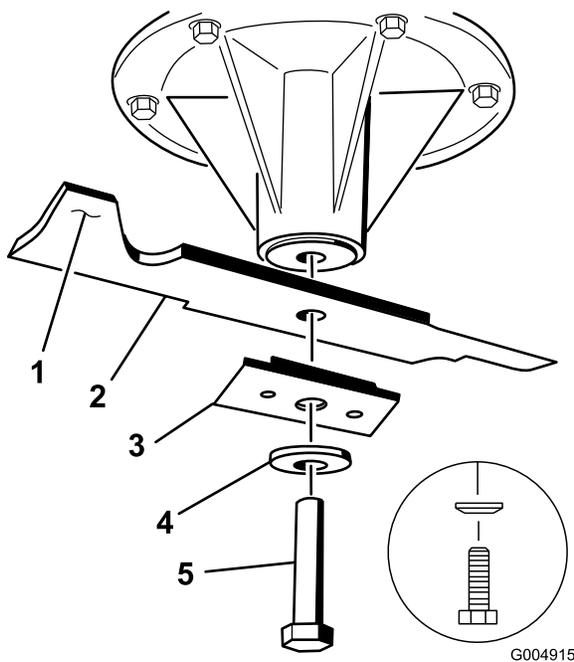

Figura 66
3. En las plataformas de cortacésped de 36 y 52 pulgadas, retire del eje el perno de la cuchilla, la arandela curva, el refuerzo y la cuchilla (Figura 66).
3. En las plataformas de cortacésped de 36 y 52 pulgadas, instale la cuchilla, el refuerzo, la arandela curva y el perno de la cuchilla (Figura 66).